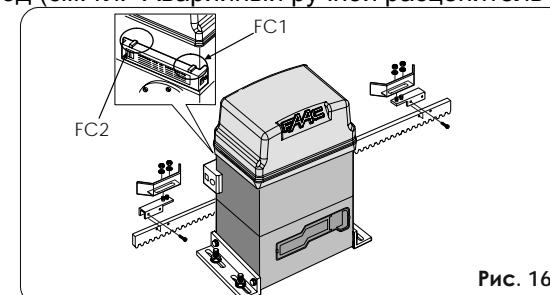

Рис. 16
- Переместите пластину концевого выключателя на открытие в направлении открытия ворот до тех пор, пока геркон не перейдет в режим OFF (рис. 16). Об этом можно узнать, посмотрев на соответствующий светодиод на плате управления (описание светодиодов смотри в главе «Проверка
6. Переместите пластину концевого выключателя на закрытие в направлении закрытия ворот до тех пор, пока геркон не перейдет в режим OFF (рис. 16). Об этом можно узнать, посмотрев на соответствующий светодиод на плате управления (описание светодиодов смотри в главе «Проверка параметров работы системы»). Далее, сдвиньте пластину в том же направлении еще на 45 мм и закрепите ее на рейке.
9. Расстояние от концевого выключателя до пластины концевого выключателя должно быть не менее 5 мм (рис. 16).